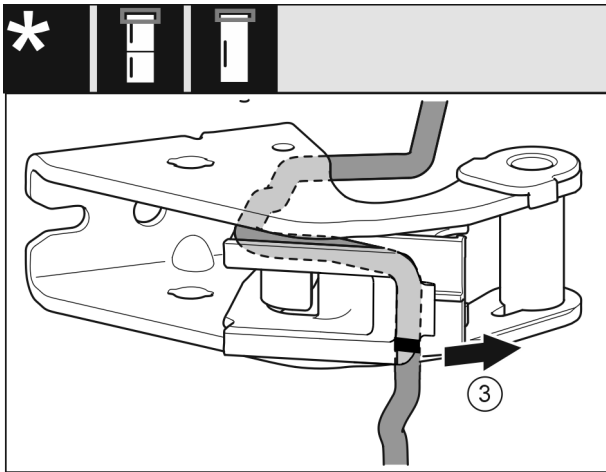

Fig. 25
- ▶ Демонтируйте кабель с держателем кабеля из опорного кронштейна. Fig. 25 (3)